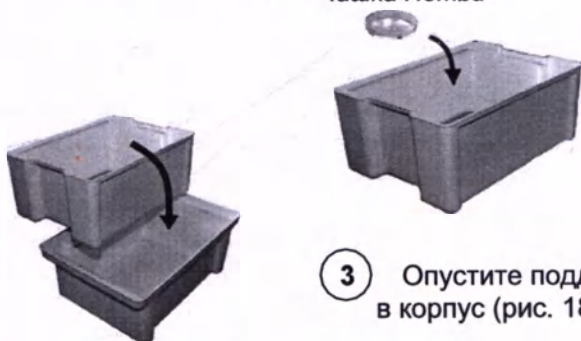

Рис. 18
- 3 Опустите поддон с инструментами в корпус (рис. 18).